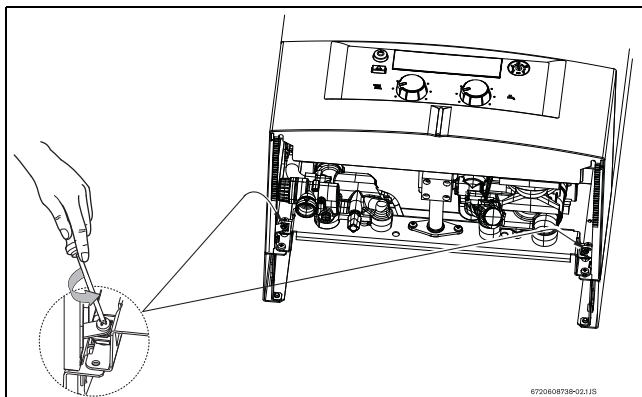

Fig. 7 Viti di fissaggio quadro comandi
- Rimuovere le viti di fissaggio a destra ed a sinistra, nella zona inferiore del quadro comandi (vedi Fig. 7).